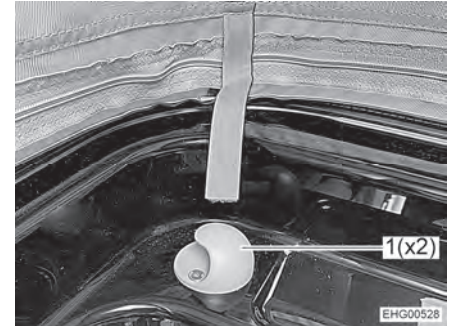

Bild 63 Halter
- Sicherungsnetz an den beiden Haltern (Bild 63,1) einhängen.